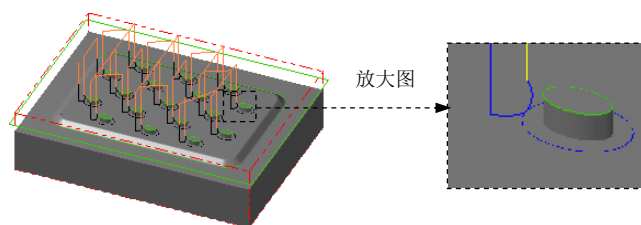

图 25.30 刀具路径
(3) 设置刀具的加工参数。单击“定义刀具-机床群组-1”对话框中的 **参数** 选项卡，在 **进给率** 文本框中输入值 300.0，在 **下刀速率** 文本框中输入值 100.0，在 **提刀速率** 文本框中输入值 500.0，在 **主轴转速** 文本框中输入值 2500.0。
(4) 设置冷却方式。在 **参数** 选项卡中单击 **Coolant...** 按钮，系统弹出“Coolant...”对话框，在 **Flood** (切削液) 下拉列表中选择 **On** 选项。单击该对话框中的 **✓** 按钮，关闭“Coolant...”对话框。
Step12. 单击“2D 刀具路径-外形铣削”对话框中的 **✓** 按钮，完成参数设置，此时系统将自动生成图 25.30 所示的刀具路径。